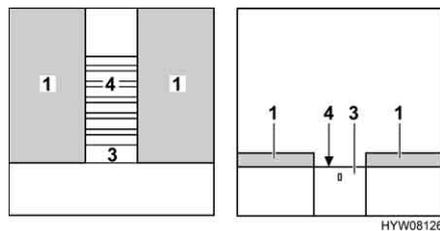

Bild 88 Während des Umbaus
- Lattenrost (Bild 88,4) ganz herausziehen. Dazu am Auszug (Bild 88,3) ziehen.